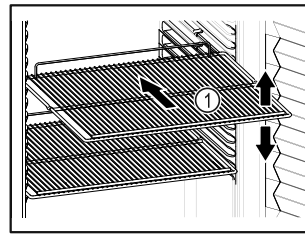

Fig. 20 Beispielhafte Darstellung
- ❑ Wenn Ablageflächen Fig. 20 (1) versetzbar sind, Ablageflächen je nach Höhe anpassen.